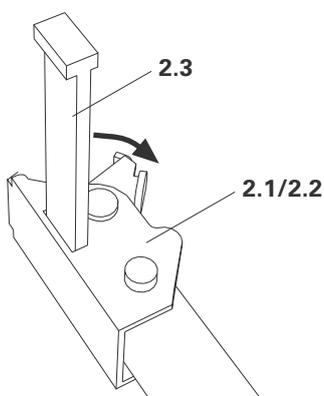

Fig. 5
1. Kileforbindelse A (sølv) (2.1) eller B (gul) (2.2.) åpnes. Kilen (2.3) er oppe. (Fig. 5)